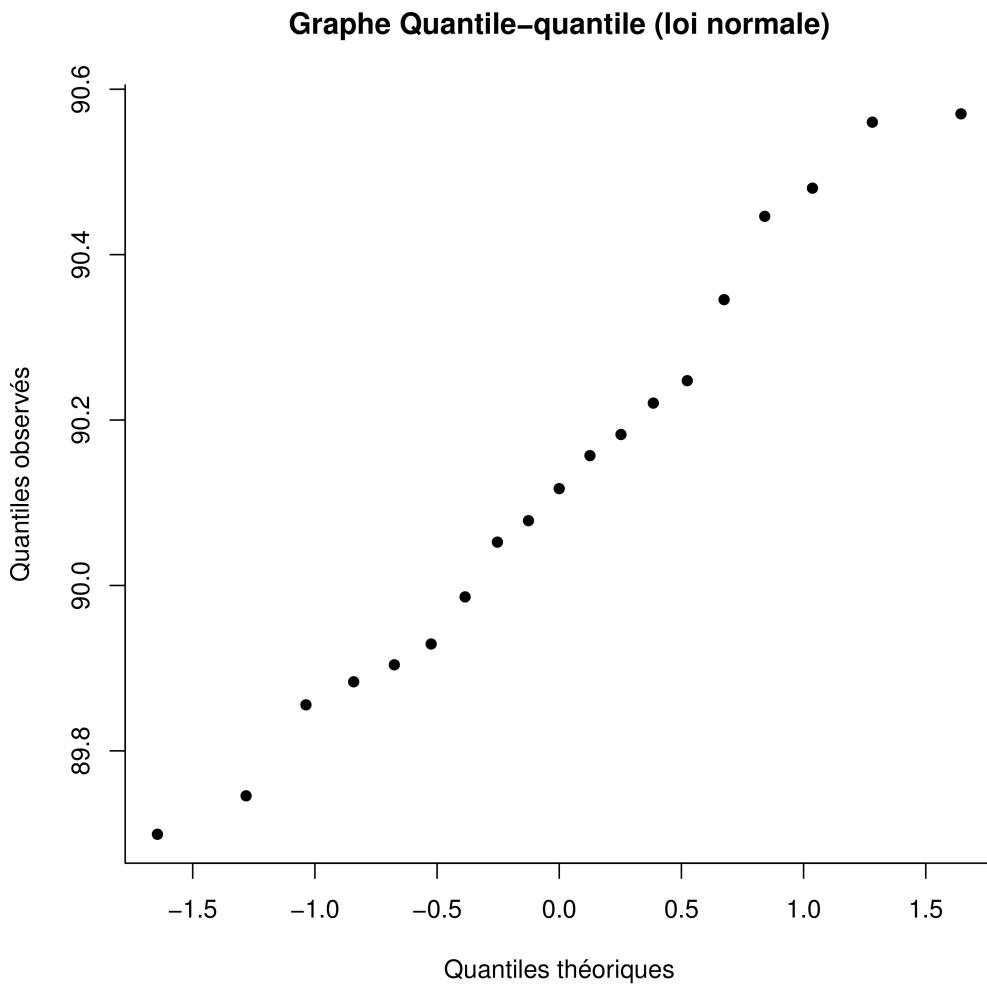

Figure 1: Graphe quantiles-quantiles pour le diagnostic graphique de normalité des données du tableau 2.
La figure 1 reproduit le graphe quantiles-quantiles pour les données du tableau 2.
7. D'après le graphe de la Figure 1, peut-on considérer que les taux de matière sèche des cafés du lieu de production '5' sont distribués selon une loi normale ?